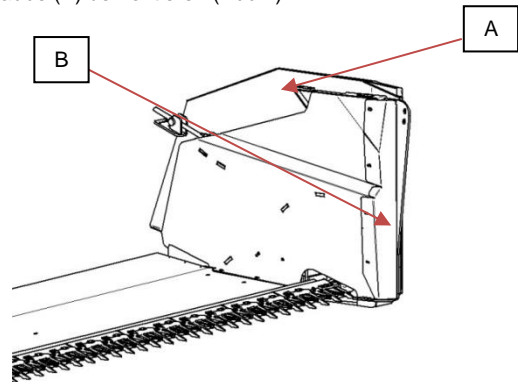

Abb.2
- Die innere von der inneren linken Seite festgeschraubte Schutzhaube (B) demontieren (Abb.2).
- Seitenmesserschalterventil (Z) in die senkrechte Stellung einstellen.
- Die Seitenschutzhaube (A) montieren Abb.2 und absichern (festschrauben).